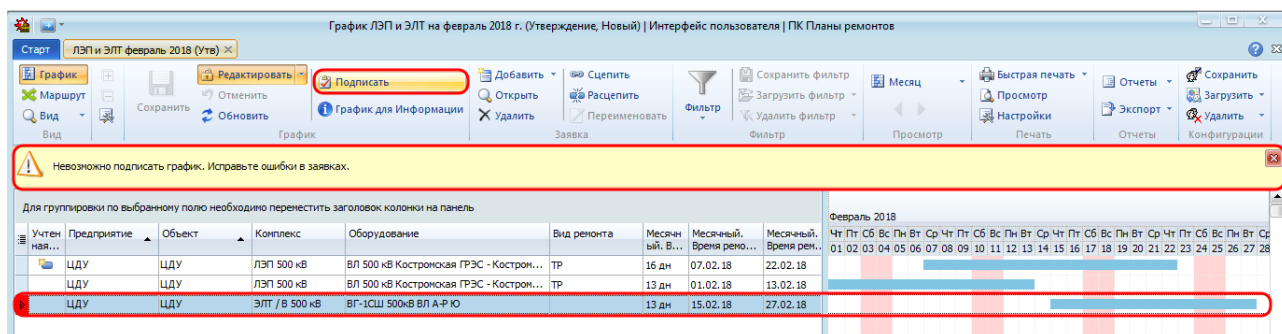

Рисунок 10.66 – Отображение информации о невозможности подписания рабочего графика
- при редактировании рабочего графика возможно сохранение заявки с ошибками (не заполнены обязательные поля) до момента подписания графика на текущем этапе фактического маршрута (Рисунок 10.66);